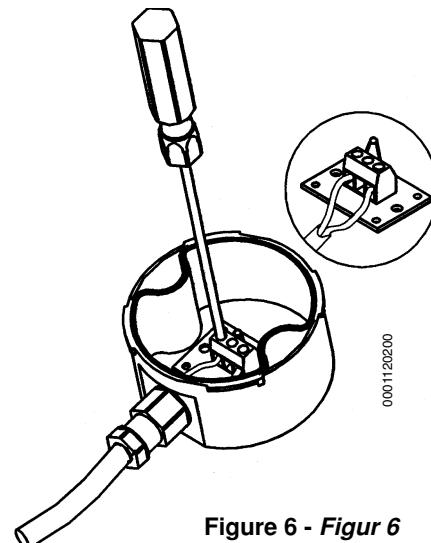

Figure 6 - Figur 6
- 3 - Unscrew the nut on the cable holder, insert the cable for connecting the probe to the boiler and screw the two copper wires onto the terminal board (there is no need to identify the polarity) (fig. 6). Then screw down the cable holder nut completely and put the cover back in place on the container.
3 - Skru møtrikken på kabelaflastningen ud, indfør kablet, som skal forbindeføleren med kedlen, og skru de to ledninger fast til klembrættet (det er unødvendigt at identificere polariteten) (fig. 6). Spænd kabelaflastningen i bund, og fastgør atter dækslet til beholderen.